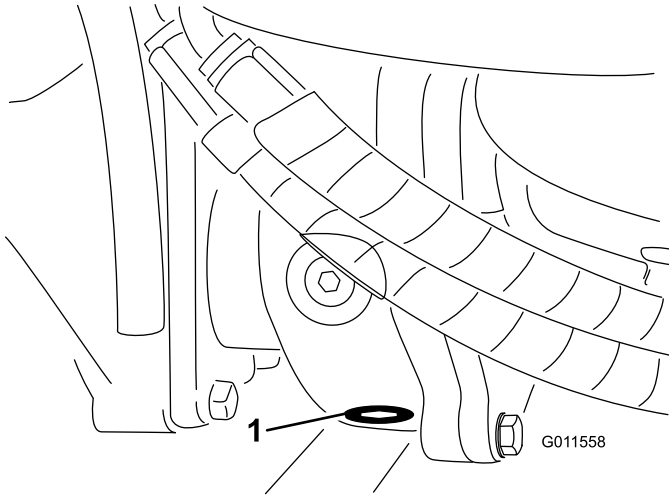

Figure 87
- Nettoyez la surface autour du bouchon de vidange au fond du boîtier d'engrenages (Figure 87).